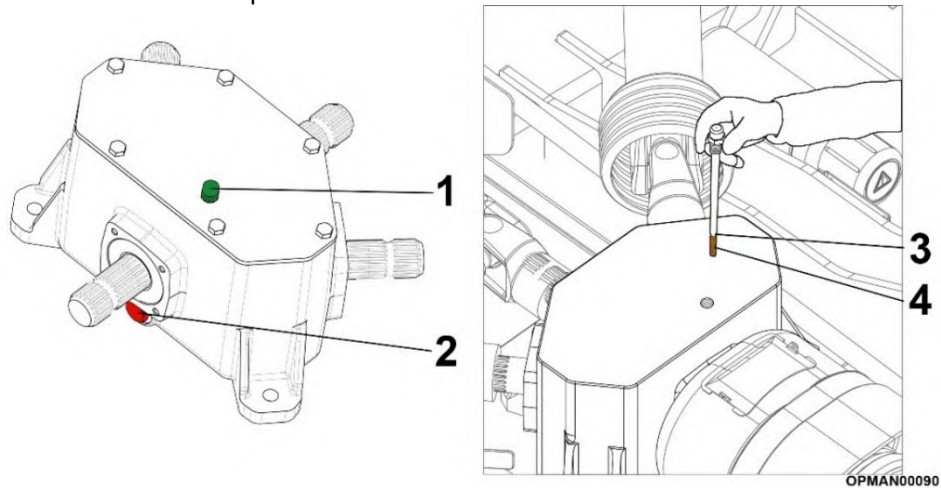
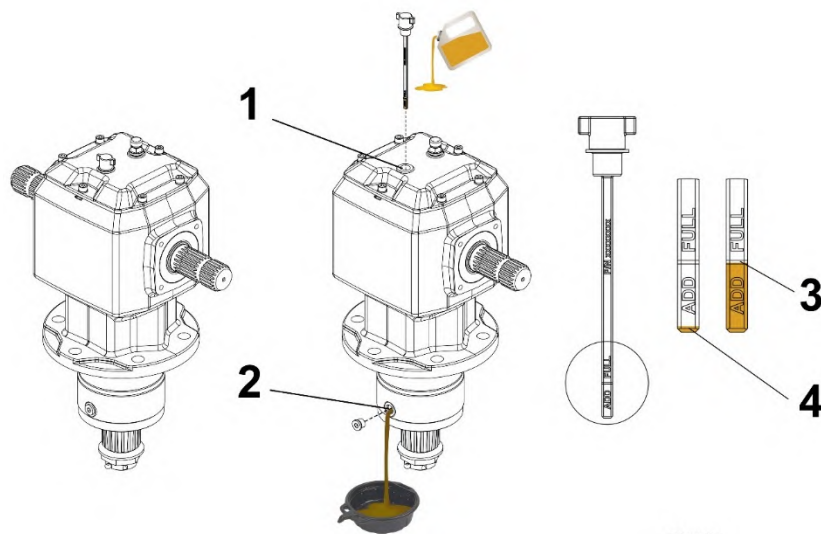

Figure 5.2 – Tuffcut Boîte de vitesses du séparateur
Figure 5.3 – Tuffcut Réducteurs de rotor
La quantité d'huile à utiliser dans chacune des boîtes de vitesses respectives est déterminée par les marques de remplissage sur la jauge et la quantité indicative de la quantité d'huile requise pour la boîte de vitesses particulière est donnée approximativement dans le tableau ci-dessous. Il y a des rainures marquées dans la jauge avec les Figures 5.2 (3) et 5.3 (3) montrant le niveau supérieur et les Figures 5.2 (4) et 5.3 (4) montrant le niveau inférieur.
Pour vidanger l'huile, chacune des boîtes de vitesses est équipée d'un **bouchon de vidange**. En référence aux Figures 5.2 (2) et 5.3 (2), les emplacements de ces bouchons de vidange peuvent varier. S'il existe des installations pour aspirer l'huile de la boîte de vitesses respective, l'huile peut être changée à la place par l'emplacement du trou de remplissage / de la jauge, ce qui est considérablement plus facile.
Le positionnement de la jauge peut varier d'une boîte de vitesses à l'autre pour vérifier le niveau d'huile, en raison de leurs restrictions techniques ; voir Figures 5.2 (1) et 5.3 (1). Cependant, ils doivent toujours être au sommet. Les bouchons de vidange des boîtes de vitesses sont toujours situés près du bas de la boîte de vitesses ; voir Figure 5.3.
La boîte de vitesses ne devrait pas nécessiter de lubrifiant supplémentaire, sauf si la boîte est fissurée ou si un joint fuit. Il est recommandé de vérifier le niveau d'huile **tous les jours avant l'utilisation** et d'ajouter de l'huile supplémentaire s'il est nécessaire de l'amener jusqu'au repère de niveau supérieur, voir Figures 5.2 (3) et 5.3 (3), **avant de commencer à utiliser la machine**. À tout moment, le niveau d'huile doit être au-dessus du repère de remplissage inférieur ; voir les figures 5.2 (4) et 5.3 (4) car sinon des dommages permanents pourraient être causés à la boîte de vitesses. Le protecteur de la boîte de vitesses du répartiteur a une découpe afin de vérifier le niveau d'huile sans avoir à ouvrir le protecteur.